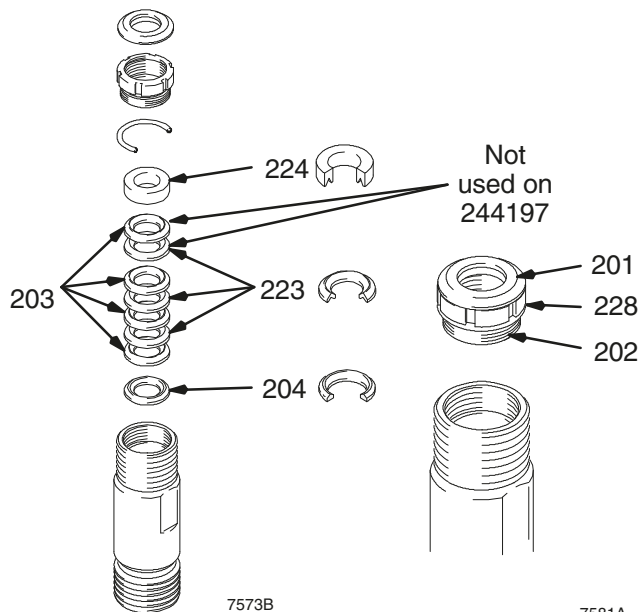

Fig. 11
Fig. 11. Faites tremper tous les joints en cuir dans de l'huile SAE 30W pendant 1 heure au minimum avant le montage. Enfilez la garniture mâle (204). Enfilez alternativement les joints en UHMWPE (203) et en cuir (223) (attention au sens). Montez la garniture femelle (224). Montez le joint (201), l'écrou de presse-étoupe (202) et l'entretoise de réglage du presse-étoupe (228).